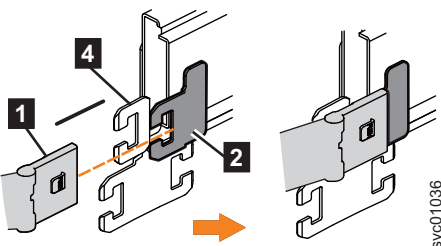

図 74. サポート・レールの内部メンバーへの上部 CMA の内部コネクタの取り付け
2. 図 74 に示すように、上部 CMA アセンブリーの内部コネクタ (**1**) を、外部および内部のサポート・レールからの左側のサポート・レールの内部メンバー (**2**) に取り付けます。